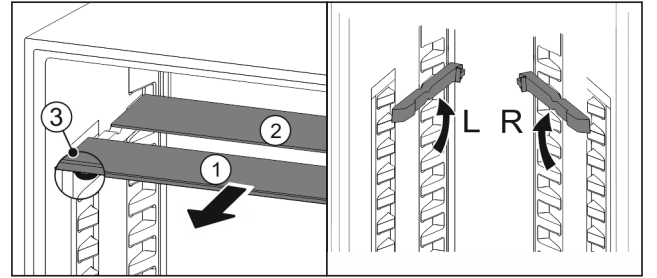

Fig. 94
- Cam plakaları münferit olarak öne doğru çekip çıkarın Fig. 94 (1).
- Süs çitalı cam plaka Fig. 94 (1) önde yer alıyor.
- Durdurucular Fig. 94 (3) aşağı bakıyor.